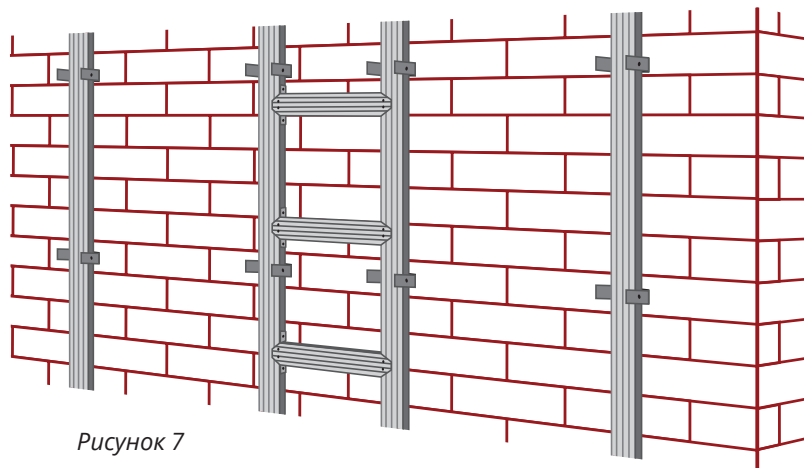

Рисунок 7
1. Если для монтажа фасадного материала предусмотрена установка соединительной планки, спланируйте установку профилей на стыке так, чтобы планка располагалась между профилями. Установите дополнительные горизонтальные профили для её крепления с шагом около 400 мм (Рисунок 7).